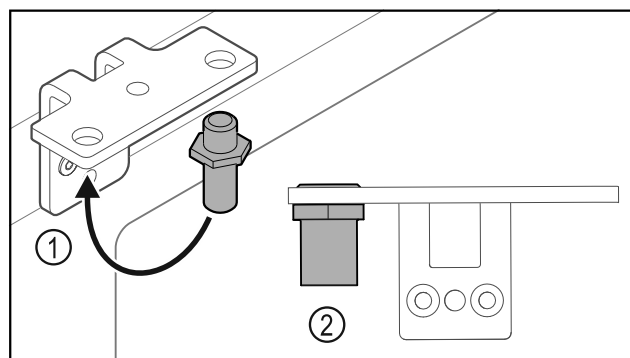

Fig. 29
- Spostare il perno Fig. 29 (1) nella cerniera angolare.
- Serrare il perno Fig. 29 (2) con una **coppia di 12 Nm**.